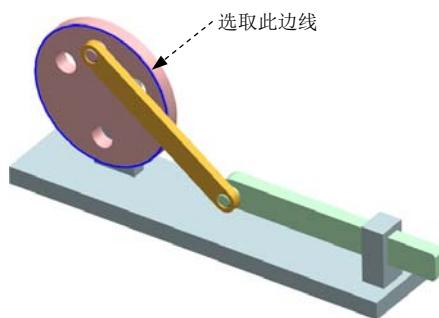

图 3.5.2 定义旋转副
- (1) 选择下拉菜单 **插入(S)** → **运动副(M)…** 命令, 系统弹出“运动副”对话框; 在“运动副”对话框 **定义** 选项卡的 **类型** 下拉列表中选择 **旋转副** 选项; 在模型中选取图 3.5.2 所示的圆弧边线为参考, 系统自动选择连杆、原点及矢量方向。
- (2) 单击“运动副”对话框中的 **驱动** 选项卡; 在 **驱动** 区域的 **旋转** 下拉列表中选择 **恒定** 选项; 在 **初速度** 文本框中输入值 90。
- (3) 单击 **确定** 按钮, 完成旋转副的创建。